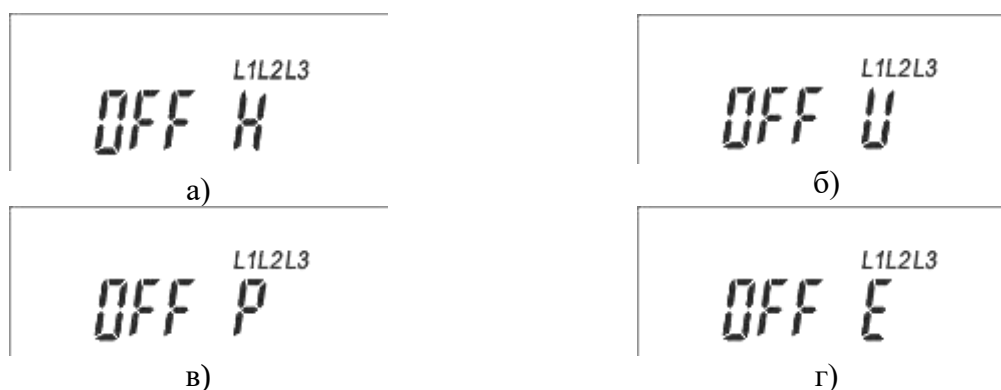

Рисунок 3.8 – Дополнительные режимы индикации состояния реле
– «**OFF H**» – индикация о выключении реле по команде пользователя (рисунок 3.8а);
– «**OFF U**» – индикация о выключении реле при выходе номинального напряжения за установленный диапазон, заданный пользователем (рисунок 3.8б);
– «**OFF P**» – индикация о выключении реле по превышению потребляемой мощности заданной пользователем (рисунок 3.8в);
– «**OFF E**» – индикация о выключении реле в результате окончания потребительского баланса (рисунок 3.8г).